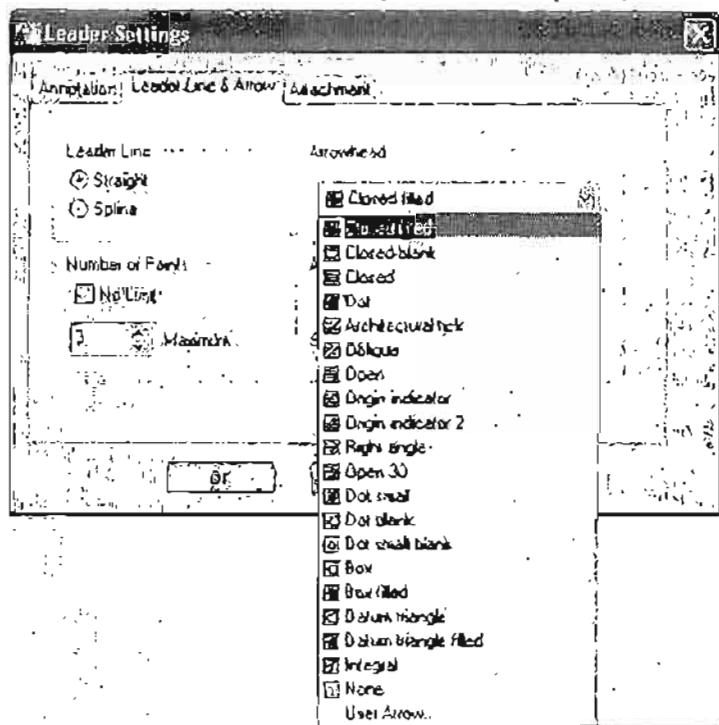

Рис. 11.38. Тип стрелки в начале линии-выноски
Arrowhead (Стрелка): В раскрывающемся меню можно выбрать тип стрелки в начале линии-выноски (рис. 11.38).
5. В области **Arrowhead** (Стрелка) выберите из раскрывающегося списка (см. рис. 11.38) изображение стрелки **Closed filled** (Заполненная замкнутая).